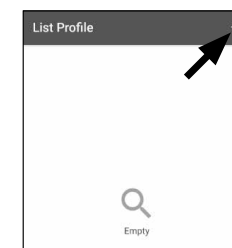

Abb. 9
- Um einen neuen Zylinder hinzuzufügen, tippen Sie oben rechts auf das „+“ (Abb. 9).